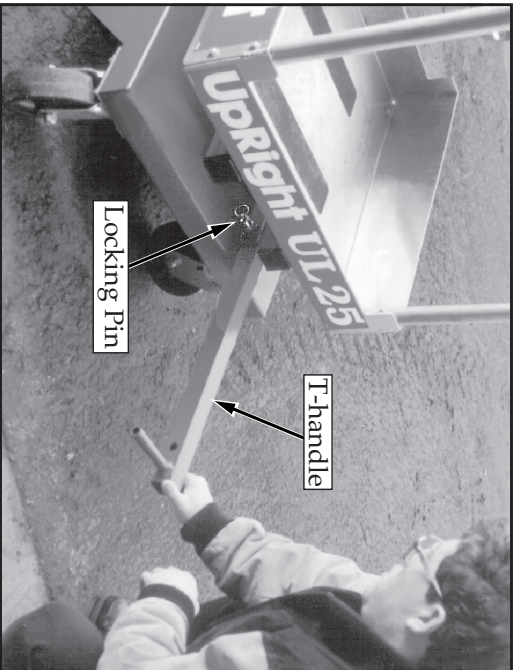

Figure 5: T-handle positioning
5. Suelte el pasador del pasador de enganche y tire la manilla T hasta que el pasador de enganche se encaje en el hoyo del final de la manilla T (fig. 5).
5. Release the locking pin and pull the T-handle out until the locking pin engages the hole in the end of the T-handle (Figure 5).